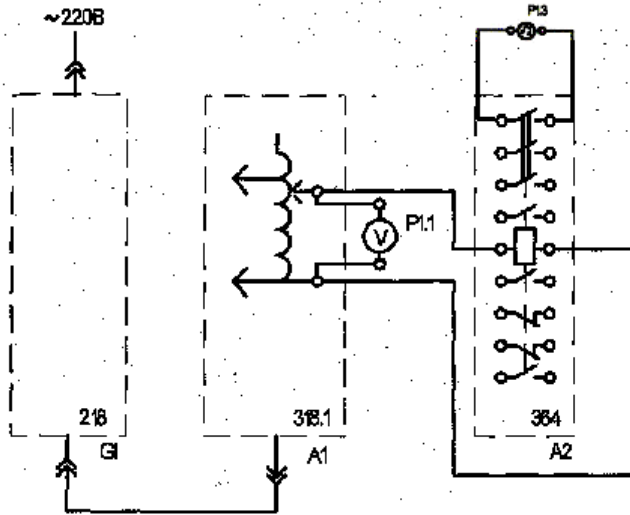
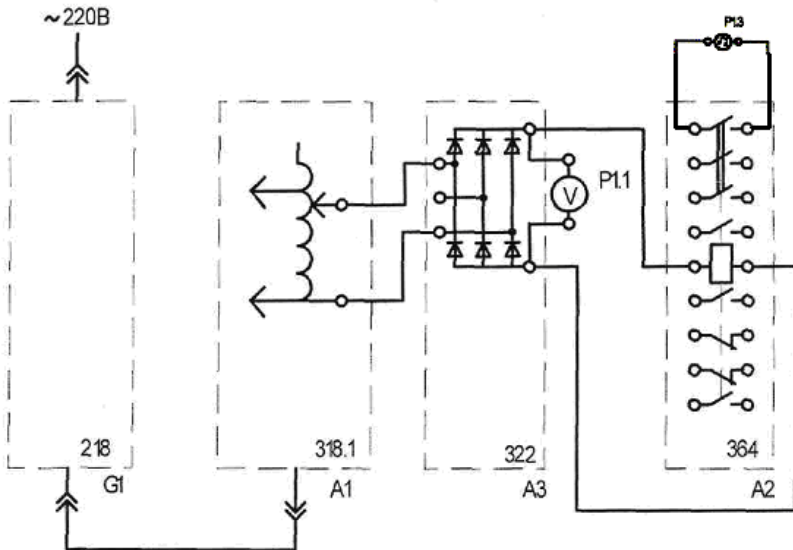

Рис. 4.1. Электрическая схема соединений для исследования контактора переменного тока
Рис. 4.2. Электрическая схема соединений для исследования контактора постоянного тока
2. Электрические схемы соединений показаны на рис. 4.1 (переменный ток) и на рис. 4.2 (постоянный ток).